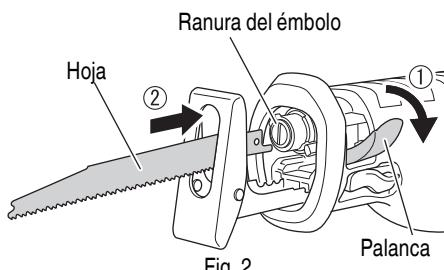
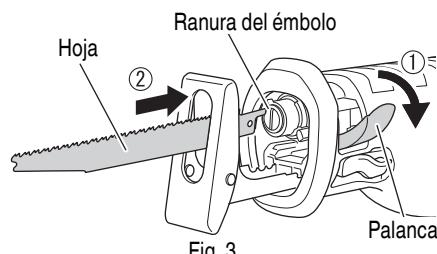

Fig. 2
Fig. 3
(1) Desactive el interruptor y desconecte la clavija del tomacorriente.
(2) Haga girar la palanca para abrir la sujeción de la hoja.
- (3) Inserte completamente la hoja de sierra en la hendidura pequeña de la punta del émbolo mediante el giro de la palanca. Esta hoja puede montarse tanto en dirección ascendente como descendente. (Fig. 2, Fig. 3)